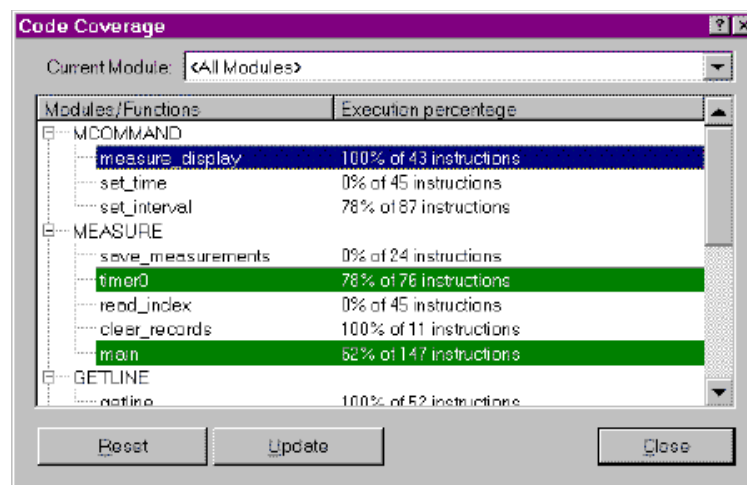

Рис. 5.
*uVision Debugger* позволяет также провести анализ эффективности кода *Code Coverage*, локализуя части программы, к которым редко происходит обращение, что позволяет удалить ненужный код (см. рис. 5).